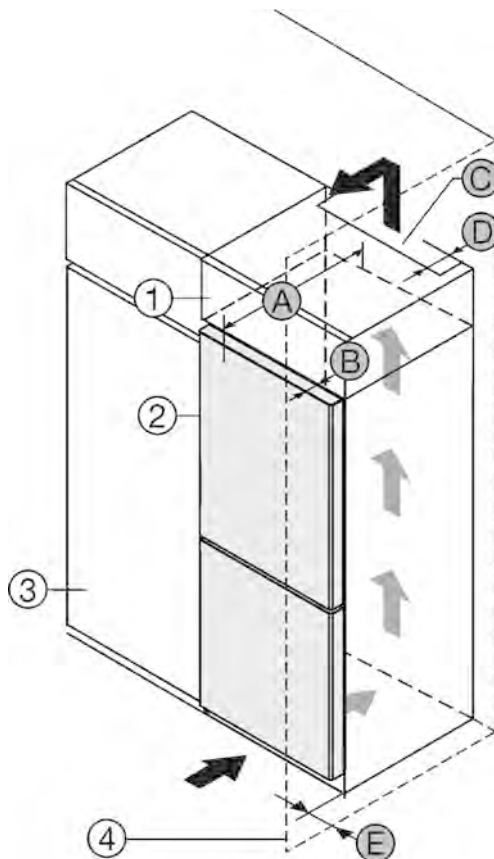

Fig. 1
- (1) Дополнительный шкафчик
- (2) Устройство
- (3) Кухонный шкаф
- (4) Стена
- (A) Глубина устройства
- (B) Глубина двери
- (C) Вентиляционное сечение
- (D) Расстояние до обратной стороны устройства
- (E) Расстояние до стороны устройства
Установите устройство непосредственно рядом с кухонным шкафом Fig. 1 (3).\*
На задней стенке дополнительного шкафчика должен быть вентиляционный канал с глубиной Fig. 1 (D) по всей ширине этого шкафа.
Нужно соблюдать вентиляционное отверстие Fig. 1 (C) под нижней панелью.
Если устройство установлено на шарнирах у стены Fig. 1 (4), то расстояние между устройством и стеной должно быть не менее 13мм.
Если устройство установлено на шарнирах у стены Fig. 1 (4), то расстояние между устройством и стеной должно быть не менее 20мм.
Чтобы можно было полностью открыть двери, устройство должно выступать на глубину двери Fig. 1 (B) относительно передней стенки кухонного шкафа. В зависимости от глубины кухонных шкафов Fig. 1 (3) и использования пристенных распорок устройство может выступать и больше.\*